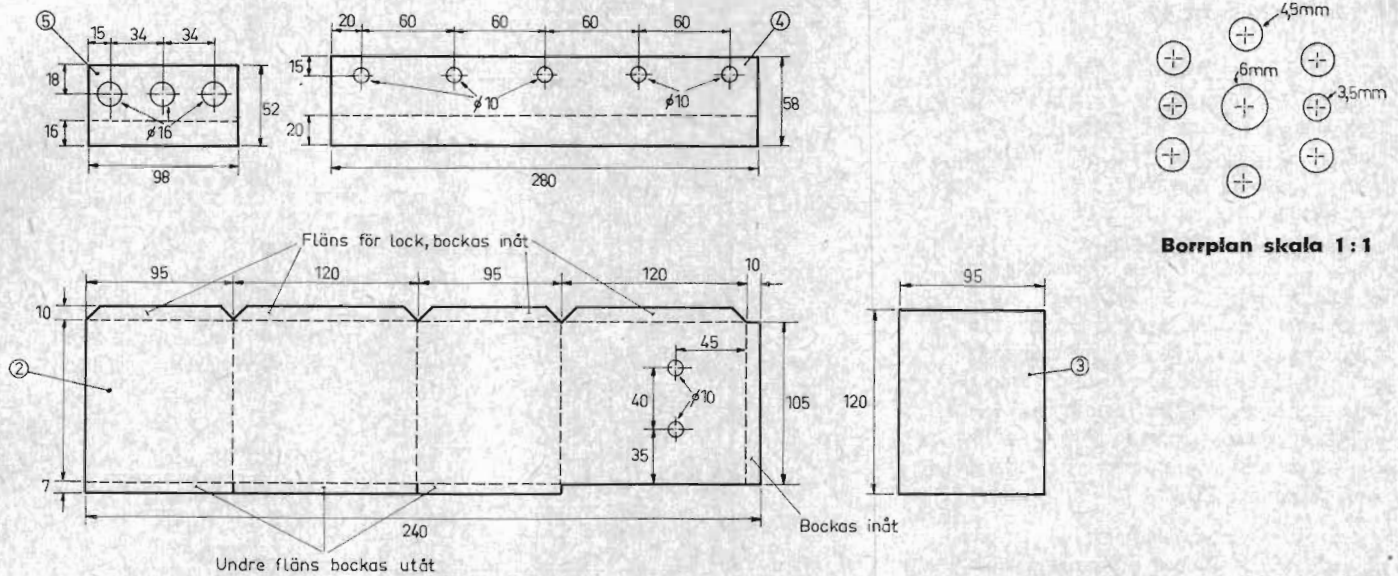

Fig 8
I fig. 8 visas en måttskiss för huvudchassiet jämte tillhörande plåt-detalyer. Chassiet tillverkas av 1,5 mm aluminiumplåt med yttermåttarna 468×347 mm. I chas-
I måttskissen i fig. 8 är angivet läget av de rörhållare som skall monteras direkt på chassiet. Samtliga rörhållarhål är 19 mm i diameter. Dessutom är markerade fyra mindre hål på chassiet, dessa mindre hål är avsedda för trimpotentiometrarna P61, P62, P63 och P66 som ställs in en gång för alla. Dessa hål skall ha en diameter av 10 mm.
De streckade linjerna på ritningen i fig. 8 över huvudchassiet visar var chassiets kanter skall bockas; denna bockning utföres för att styva av plåten. Flänsen är 9 mm bred på båda sidor. Dessutom tillkommer en fläns i det uttag i chassiet där kanalväljaren skall monteras.
Till huvudchassiet hör ett par mindre »hyllor», som skall skruvas fast vid huvudchassiet, dels en hylla för tre elektrolitkondensatorer (50+50 µF, 350 V, Rifa) detalj (5), som placeras strax ovanför det cirkulära hålet där bildrörshalsen sticker genom plåten, dels en vinkel, detalj (4), på vilken skall anbringas de fem kontroller (för volym, ljus, kontrast samt linje- och bildhållning) som skall sticka ut på apparatens översida. Måttskisser för dessa detaljer återfinnes i fig. 8.
Slutligen behövs det en skärmburk för högspänningstransformatorn Tr63 för att förhindra utstrålning från denna. Denna utföres av s.k. klippnät av aluminium, som med en plåtsax klipptes till med mått enligt fig. 8, [detalj (2) och (3)]. Plåtburken förses med två hål, genom vilka sedermera skall dras de isolerade tillledningstrådarna till toppanslutningarna på linjeslutstegets slutrör resp. spardioden. Skärmburken bockas ihop och fixeras i detta läge med hjälp av oisolerad mjuk kopparråd. Locket najas likaledes fast på skärmburken.
I nätdelen ingår tre elektrolytkondensatorer C122 och C123, som placeras på den tidigare omnämnda lilla hyllan ovanför det stora runda hålet för bildrörshalsen (detalj 5 i fig. 8).
I måttskissen i fig. 8 är endast upptagna viktigare mått för större komponenter. Skruvhål för monteringsplattor, transformatorer, stiftplintar, genomföringar, säkringar m.m. tas upp i samband med att apparatens komponenter monteras. Detaljerade anvisningar härom kommer att ges i anslutning till beskrivningen av mottagarens olika huvuddelar.